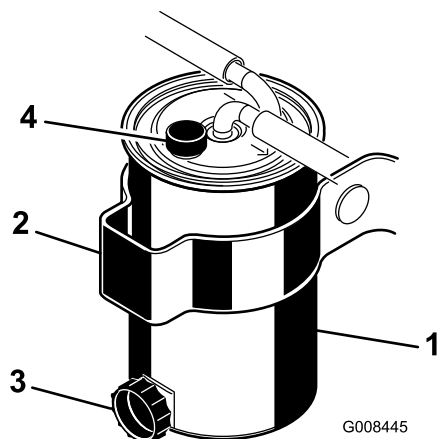

Figure 47
- Nettoyez la surface autour des supports de la cartouche du filtre (Figure 47).
- Ouvrez le robinet de vidange du filtre et le reniflard (Figure 47).